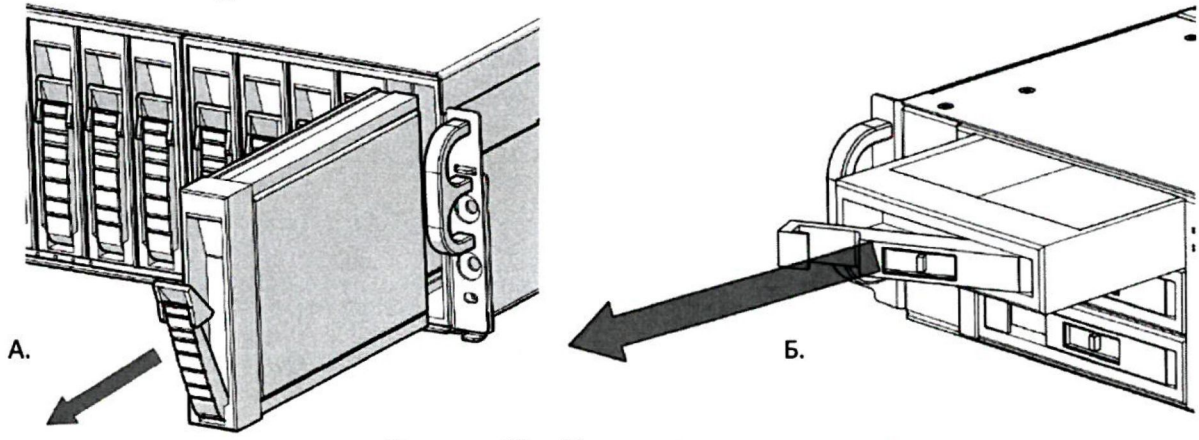

Рисунок 12 – Извлечение салазок с диском
- нажать на механический блок, чтобы пластиковая крышка открылась наружу и извлечь салазки (рисунок 12);